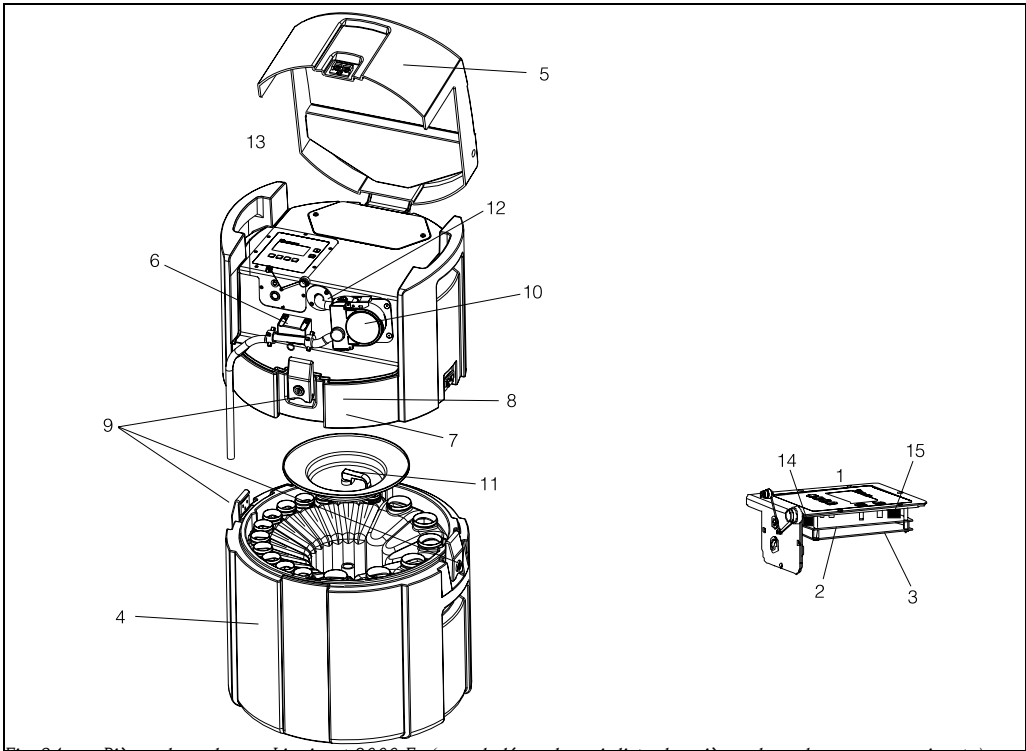

Fig. 34 : Pièces de rechange Liquiport 2000 Ex (pour la légende, voir liste des pièces de rechange page suivante)
A	Commande complète (→ fig. 34, pos. 1)
B	CPU, afficheur inclus (→ fig. 34, pos. 2)